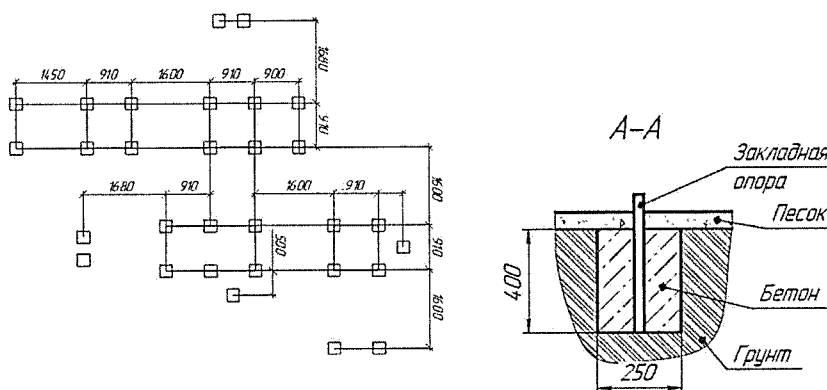

Рис. 1. Схема бетонирования
17.7. Схема бетонирования с последующей песчаной подсыпкой или защитным резиновым покрытием приведена на рис. 1.